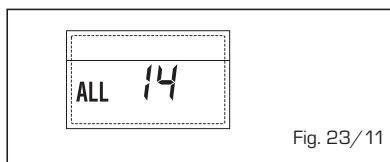

Fig. 23/11
- ANOMALIE DU VENTILATEUR "ALL 15" (fig. 23/12)